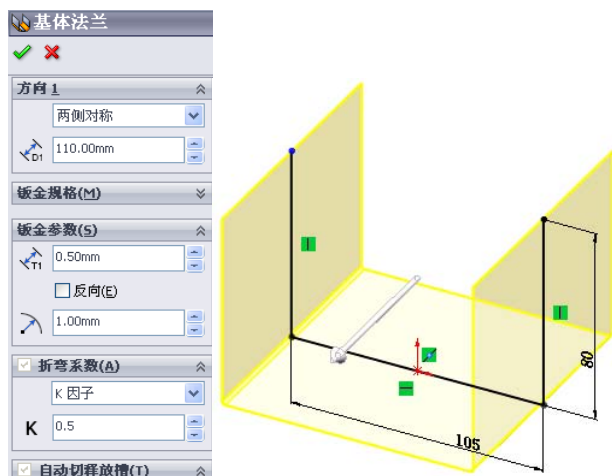

图 10-146 生成“基体法兰”特征操作
(3) 生成“基体法兰”特征。单击草图 1，然后单击“钣金”工具栏中的（基体法兰/薄片）按钮，或选择“插入”→“钣金”→“基体法兰”菜单命令，在属性管理器中方向 1 的“终止条件”一栏中选择“两侧对称”，在“深度”栏中输入数值“110”，在“厚度”栏中输入数值“0.5”，圆角半径值为“1”，其他设置如图 10-146 所示，最后单击（确定）按钮。